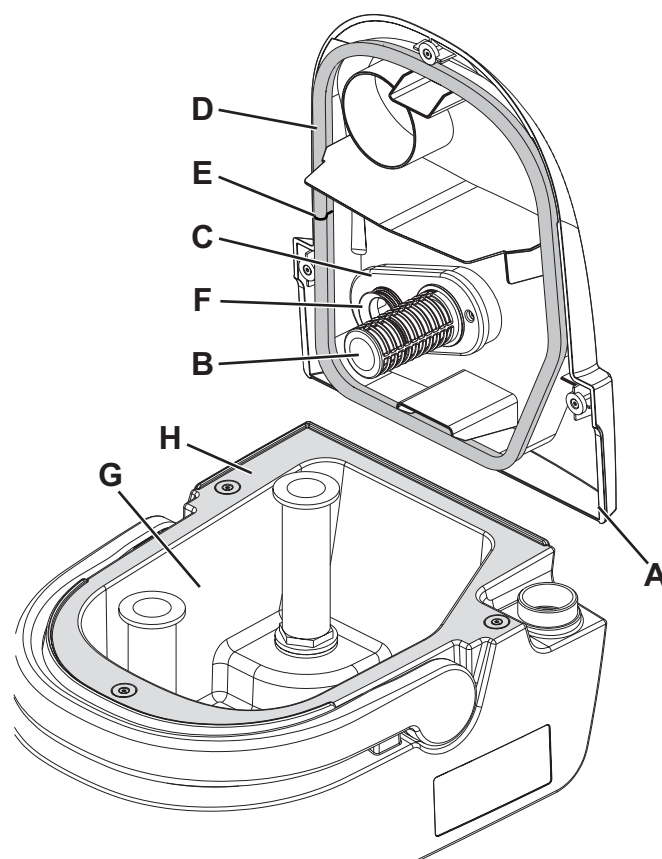

Figure 11
1. Soulever le bac des réservoirs (13) du corps de la machine en utilisant la poignée (15).
2. Enlever le couvercle (A, fig. 11) et le laver à l'eau et au détergent.
3. Démonter la grille d'aspiration (B) avec le flotteur et les nettoyer soigneusement.
4. Si besoin est, démonter le corps (C) puis nettoyer avec soin et remonter.
5. Contrôler l'intégrité du joint d'étanchéité (D) du couvercle du réservoir de l'eau de récupération.
*Le joint d'étanchéité (D) permet la création d'une dépression dans le réservoir, nécessaire à l'aspiration de l'eau de récupération.*